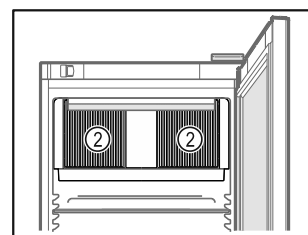

Fig. 54
- ❑ Větrací otvory Fig. 54 (2) oběhového vzduchového čerpadla ve vnitřním prostoru udržujte volné.